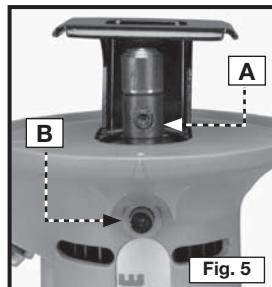

Fig. 5
La Herramienta Cortadora viene con un cerrojo de eje para prevenir la rotación del eje mientras instala o remueve las brocas. Para enganchar el cerrojo de eje, Dé vuelta al eje a mano para alinear el tornillo (A) Fig. 5, con el botón (B), del cerrojo de eje. Apriete el botón del cerrojo de eje. Intente dar vuelta al eje a mano para asegurarse de que el cerrojo esté enganchado.
2. Enganche el cerrojo de eje (B) Fig. 5.